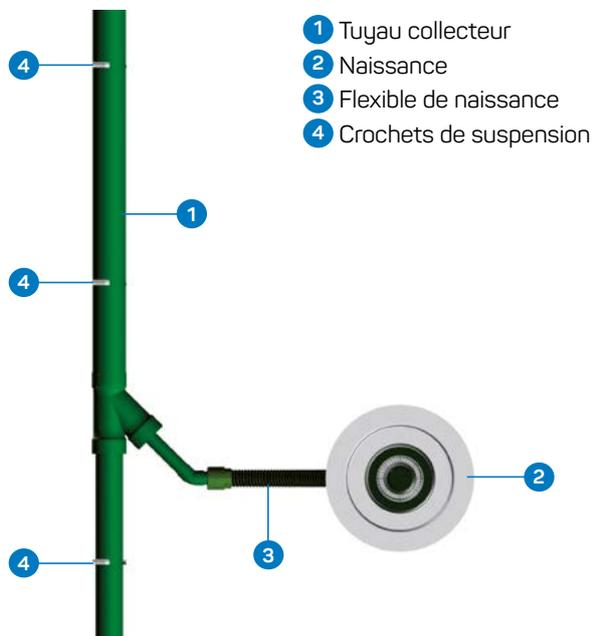

Figure 6.3 : Vue de dessus de la méthode de raccordement 1
- La méthode de raccordement 1 est celle que nous recommandons en premier lieu (voir figures 6.3 et 6.4 de la page 31). La position du collecteur horizontal est, projetée sur le plan horizontal, à environ 1 000 mm de la ligne sur laquelle les naissances sont positionnées.
Les naissances sont raccordées au tube collecteur à l'aide de culottes. Les culottes à 45° possèdent le même diamètre à leurs trois extrémités. Vous devez utiliser des réductions incorporées en cas de modification de diamètre. Ces réductions peuvent être utilisées pour le flexible de raccordement de naissance et pour le raccordement du tube collecteur, qui se réduit de l'aval vers l'amont (voir figures 6.3 et 6.4).